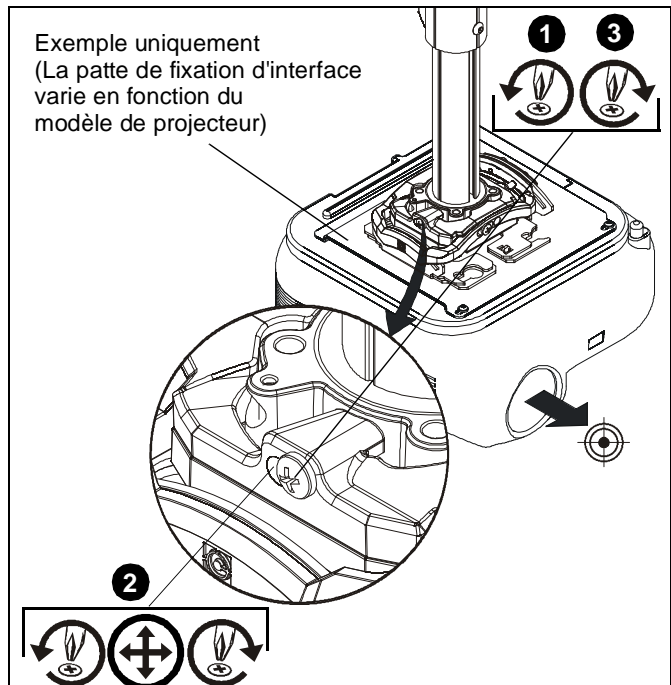

Figure 6
- Desserrez la vis de blocage du réglage du lacet à l'aide d'un tournevis Phillips 2. (See Figure 6)
- Tournez la vis de réglage micrométrique du lacet vers la droite ou la gauche à l'aide d'un tournevis Phillips 2 jusqu'à ce que l'image soit correctement alignée sur la cible. (See Figure 6)
- Resserrez la vis de blocage du réglage du lacet à l'aide d'un tournevis Phillips 2. (See Figure 6)